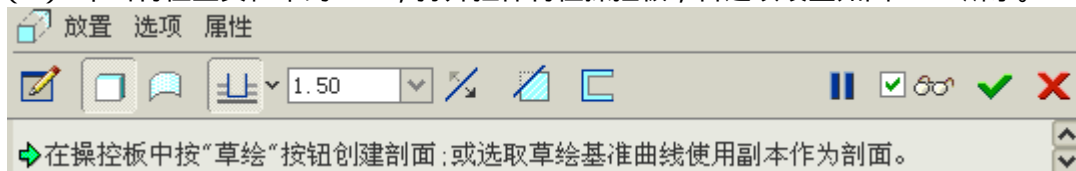

图 54-6
- (1) 单击特征工具栏中的  ，打开拉伸特征操控板，各选项设置如图 54-6 所示。